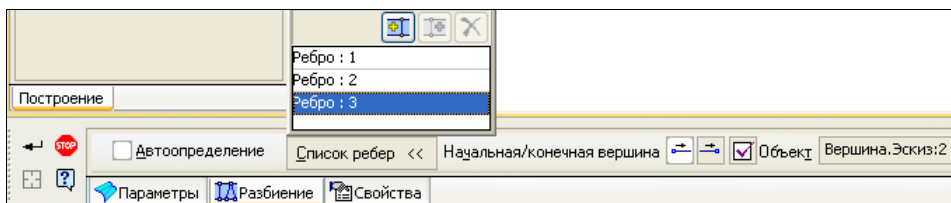

Рис. 30.17. Панель свойств: Линейчатая поверхность на вкладке **Разбиение**
- ♦ для разбиения созданной поверхности откройте вкладку **Разбиение** (рис. 30.17). На этой вкладке: